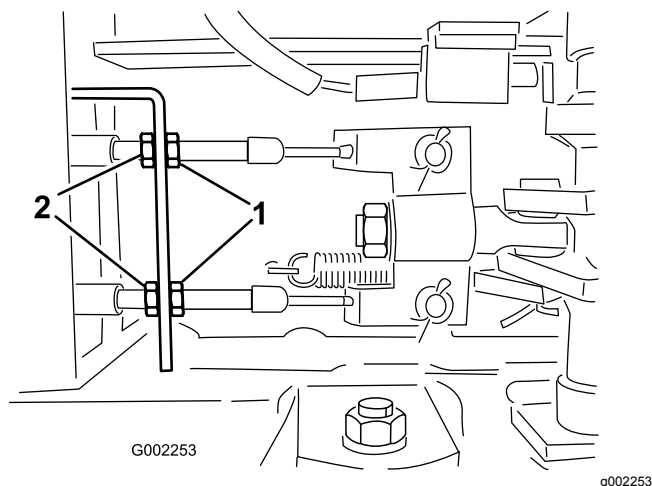

Figura 87
5. Allentate i dadi anteriori sui cavi dei freni sotto l'estremità anteriore dell'irroratrice (Figura 87).
6. Serrate i dadi posteriori uniformemente finché il pedale del freno si sposta di 1–2 cm prima che avvertiate una resistenza (Figura 87).